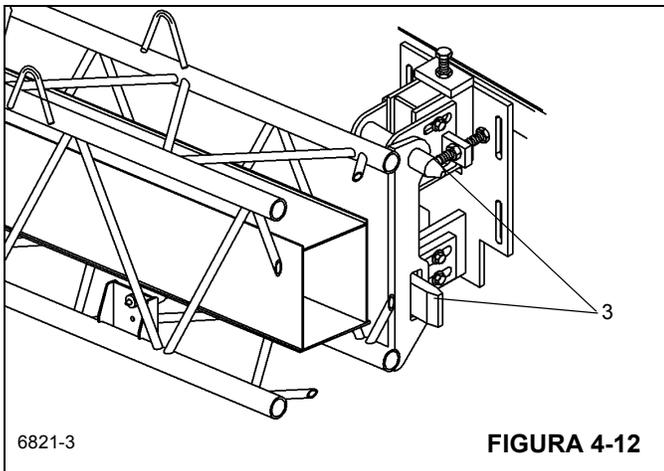

FIGURA 4-12
7. Levante a lança na horizontal e estenda-a por aproximadamente 51 a 64 cm (20 a 25 pol.). Verifique se os olhais de armazenagem da extensão da lança não tocam nos pinos-guia (Figura 4-12) (3) e sobem (Figura 4-10) (4) nos suportes de armazenagem dianteiro e traseiro.
8. Estenda a lança aproximadamente 51 a 64 cm (20 a 25 pol.). Verifique se os olhais de armazenamento da extensão da lança se alinham na frente dos pinos-guia (3) (Figura 4-12) e sobem (4) (Figura 4-10) nos suportes de armazenamento quando a extensão da lança é posicionada ao lado da lança.
14. Alinhe as olhais de armazenamento da extensão da lança com os pinos de guia e fixe nos suportes de armazenamento (Figura 4-10) e (Figura 4-12) e retraia totalmente a lança.